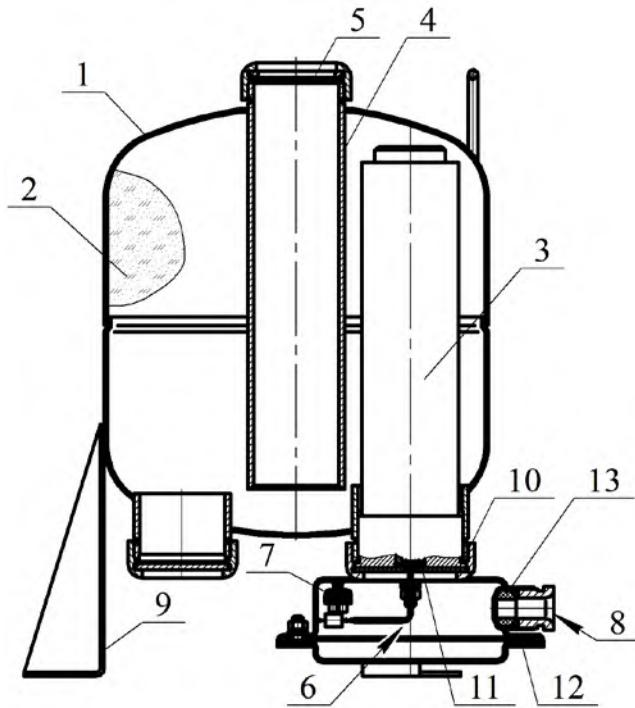

Рисунок 1
1.4.1.1 МПП (см. рисунок 1) состоит из корпуса **1**, в котором размещаются огнетушащий порошок (ОП) **2** и источник холодного газа (ИХГ) **3**. В верхней части корпуса находится насадок-распылитель **4**, который также выполняет функцию сифонной трубки при выпуске ОП из корпуса. Выходное отверстие насадка-распылителя перекрыто мембраной **5**. Соединительные провода элемента электропускового ИХГ выведены в коробку **6** через герметизированный узел в корпусе МПП, обеспечивающий требуемую (не ниже IP67) степень защиты от внешних воздействий. Наружные концы проводов элемента электропускового (при монтаже по разделу 2.1 настоящего паспорта) при соединены к зажиму контактному винтовому **7**, установленному в коробке **6** со степенью защиты IP65. Электрические зазоры и пути утечки между неизолированными токоведущими частями (контактных зажимов и проводников) составляют 3 мм. Монтажный кабель через кабельный ввод **8** входит в коробку **6** и подключается к зажиму контактному винтовому **7**.